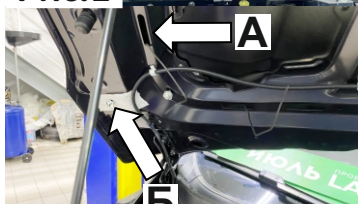

Рис.2
2. Завести планку закладную М6 через отверстие (А) и совместить отверстия в планке, с отверстием в кузове автомобиля (Б). Вкрутить болт М6х25 с шайбой 6 ув. в отверстие (Б) на 2-3 оборота. (Рис.2).